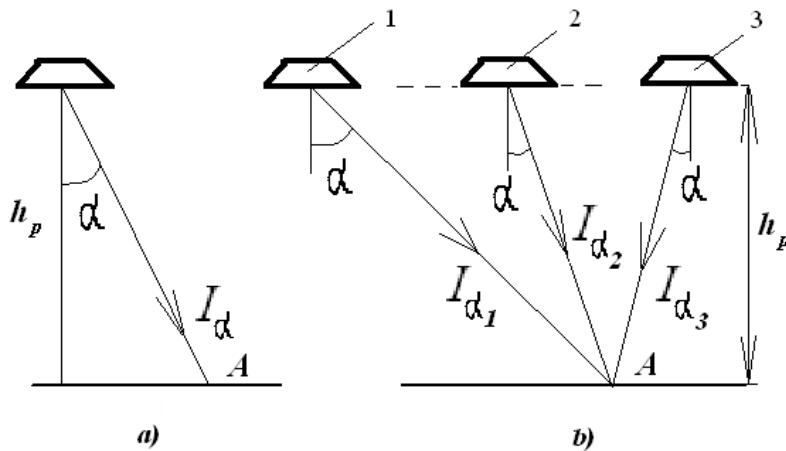

Рис.4. К расчету условной освещенности в точке. a) от одного СП, b) от нескольких СП
где I_{α}^{1000} –сила света от условного источника ($F = 1000$ лм) в направлении расчетной точки (выбирается по кривым силы света (КСС)) [4,7] или по приложению (9), кд; α –угол между вертикалью из точки расположения светильника и линией, соединяющей источник света с расчетной точкой (рис. 4).